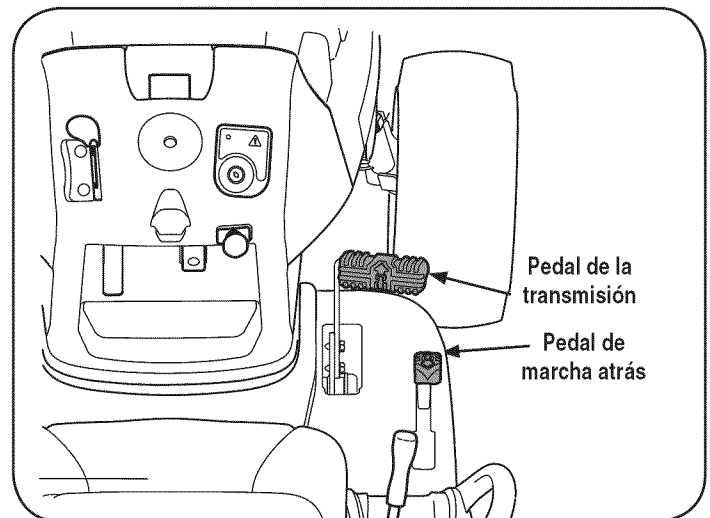

Figura 7
2. Para conducir hacia adelante, presione suavemente la parte superior del pedal de transmisión hacia adelante hasta que se alcance la velocidad deseada. Vea la Figura 7.
3. NO intente cambiar la dirección de desplazamiento mientras el tractor esté en movimiento. Siempre debe detener el tractor totalmente antes de cambiar de marcha adelante a marcha atrás o viceversa. Vea la Figura 7.